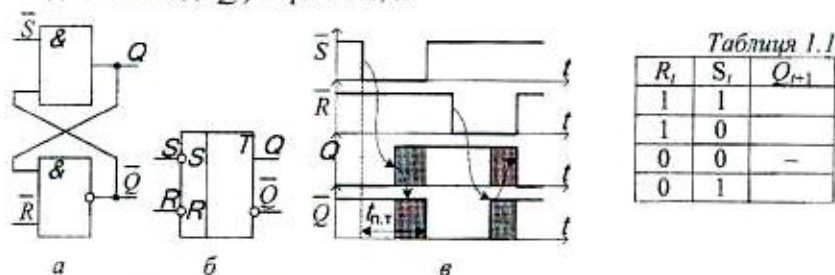

Рис. 1.1. Асинхронний RS-тригер на елементах І-НЕ:
1. Складіть схему тригера за рис. 1.1, а.
4. Дослідіть динамічний режим роботи RS-тригера. Для переключення тригера в стан лог. «1» слід подати сигнали від'ємної полярності основної серії СІ1 на вхід \bar{S} . Для переключення тригера в стан лог. «0» подайте на вхід \bar{R} сигнали від'ємної полярності допоміжної серії СІ2, затриманої на половину періоду щодо основної серії (рис. 1.1). Замалюйте осцилограми та виміряйте час перемп-
кання тригера $t_{\text{П.Т}}$ (часовий інтервал між спадами сигналів на вході \bar{S} і виході \bar{Q}) за рис. 1.1, в.